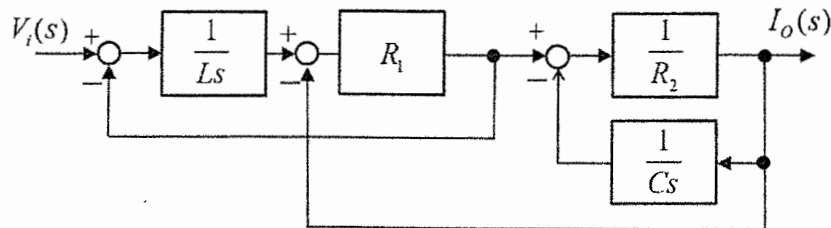
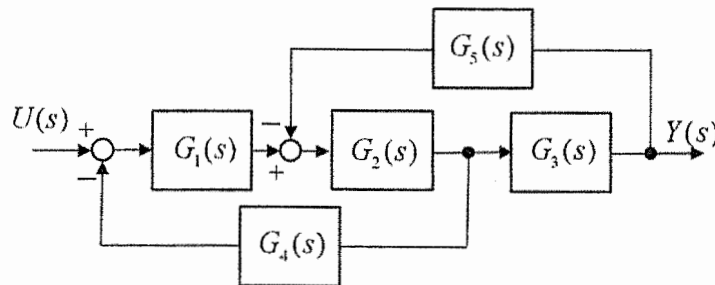

Fig.7-1
Fig.7-2
- (1) Fig.7-1とFig.7-2に示すブロック線図を変形した上で、閉ループ伝達関数を求めよ。